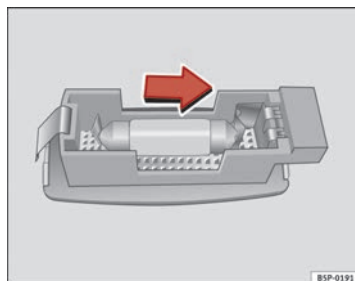

Abb. 203 Ausbau der Leuchte in der Sonnenblende
- Hebeln Sie das Lampenglas mit einem Schraubendreher vorsichtig an der Vertiefung heraus, wie dies im Bild gezeigt wird ⇒ Abb. 203.
- Nehmen Sie die Glühlampe in Pfeilrichtung heraus ⇒ Abb. 203. ■